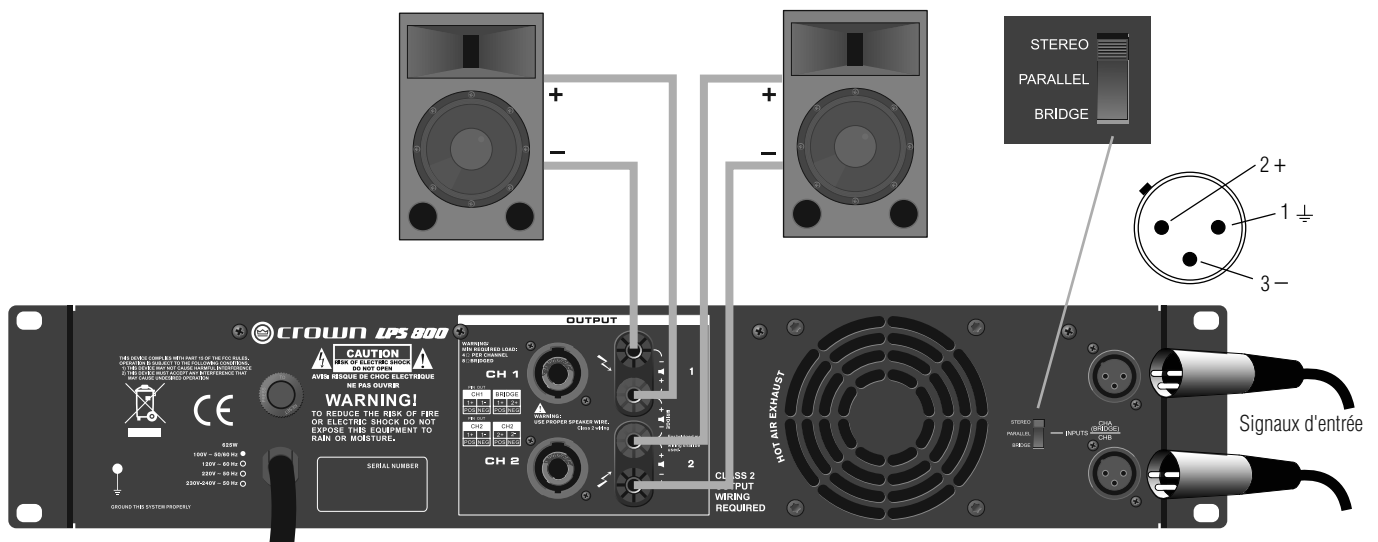

Figure 4. Câblage Stéréo (Dual) avec connecteurs à bornes
1. Se reporter à la Figure 4. Sur le panneau arrière, régler le Commutateur de mode sortie sur STEREO.